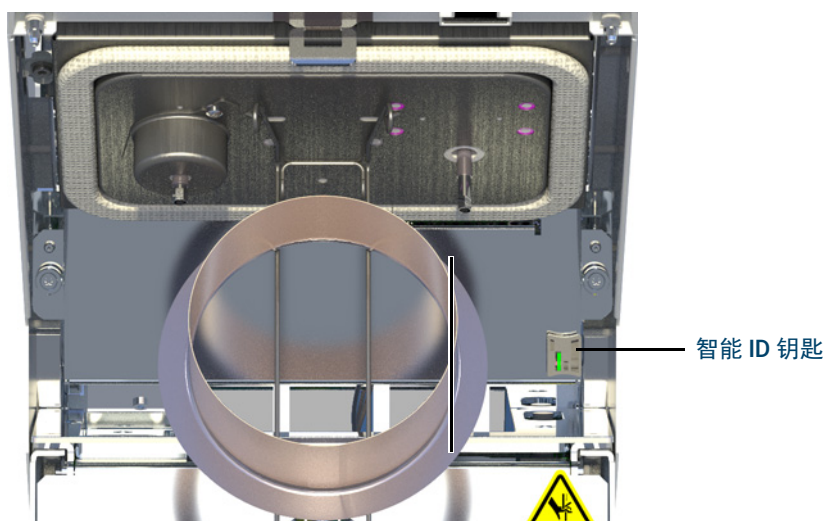

图 10. 插入智能 ID 钥匙（所示分流 / 不分流进样口）
- 12 如果可用，插入新色谱柱的智能 ID 钥匙。请参阅图 10。